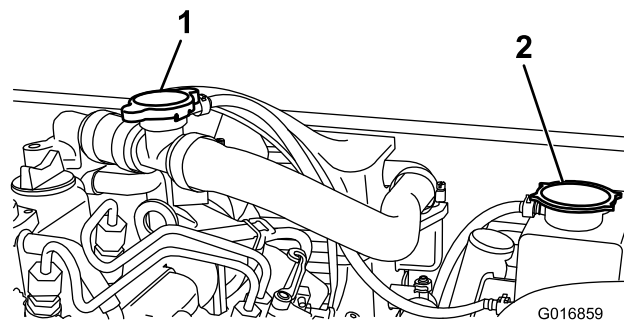

Figura 52
2. Retira o tampão de enchimento (Figura 52) e encha com líquido de arrefecimento.
3. Volte a colocar o tampão de enchimento e retire a tampa do depósito de expansão (Figura 52).
2. Retire a tampa do depósito de expansão (Figura 52).